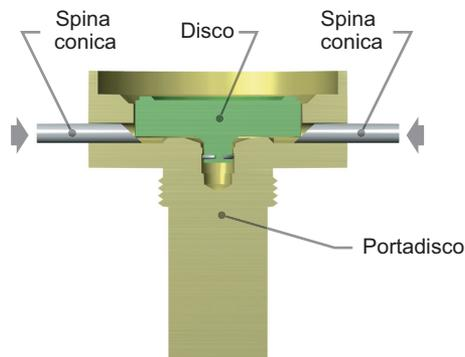

Figura 18: Rimozione del disco con i perni di deviazione
- Iniziare ad inserire speciali perni di deviazione nei fori del portadisco (vedere Figura 18) con la parte conica dei perni che opera contro la parte superiore del disco, come indicato.